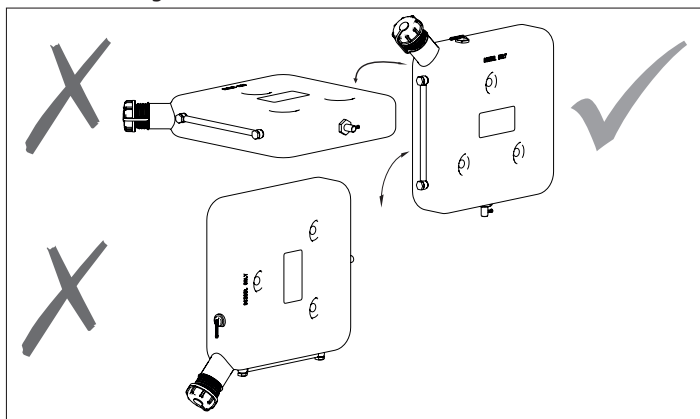

fig. 2 Tillatt monteringssted
- Tillatt monteringsposisjon er loddrett (se fig. 2).